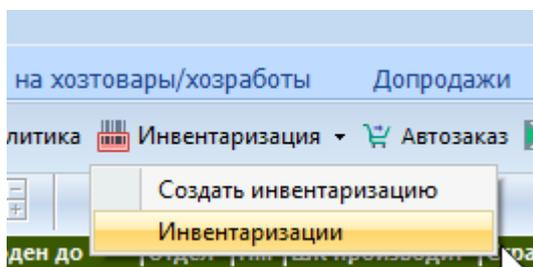

Рис.162. Открытие журнала инвентаризации
2. «Выполнить» → «Создать инвентаризацию» (См. рис.162) Запоминаем номер!!! На всех компьютерах нужно работать в одном документе инвентаризации.